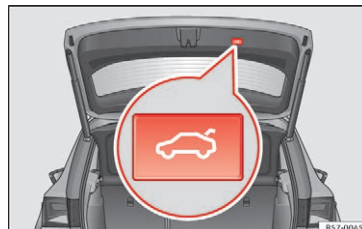

Fig. 6 Bagklap: knap til lukning af bagklap
- Lukning af bagklap: Tag fat i et af grebene i den indvendige beklædning, og træk klap-pen nedad, eller tryk på den knap, der er på bagklappen* »» **Fig. 6.**